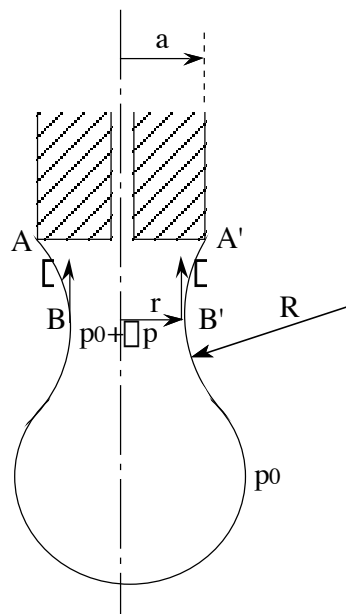

Figure 7.
- la surpression de Laplace due aux deux rayons de courbure de la gorge  $\Delta p = \sigma(1/r - 1/R)$  s'exerçant sur la surface  $\pi r^2$  (force  $\Delta p \pi r^2$  dirigée vers le bas), où  $r$  est le rayon du cercle de gorge et  $R$  le rayon de courbure dans le plan méridien (figure 7):
*Remarque* : si le liquide est parfaitement non mouillant, il faut remplacer le rayon externe  $a$  du tube par son rayon interne, car le liquide ne s'étale pas sur l'extrémité solide AA' (figure 7) mais reste confiné au niveau de l'orifice.